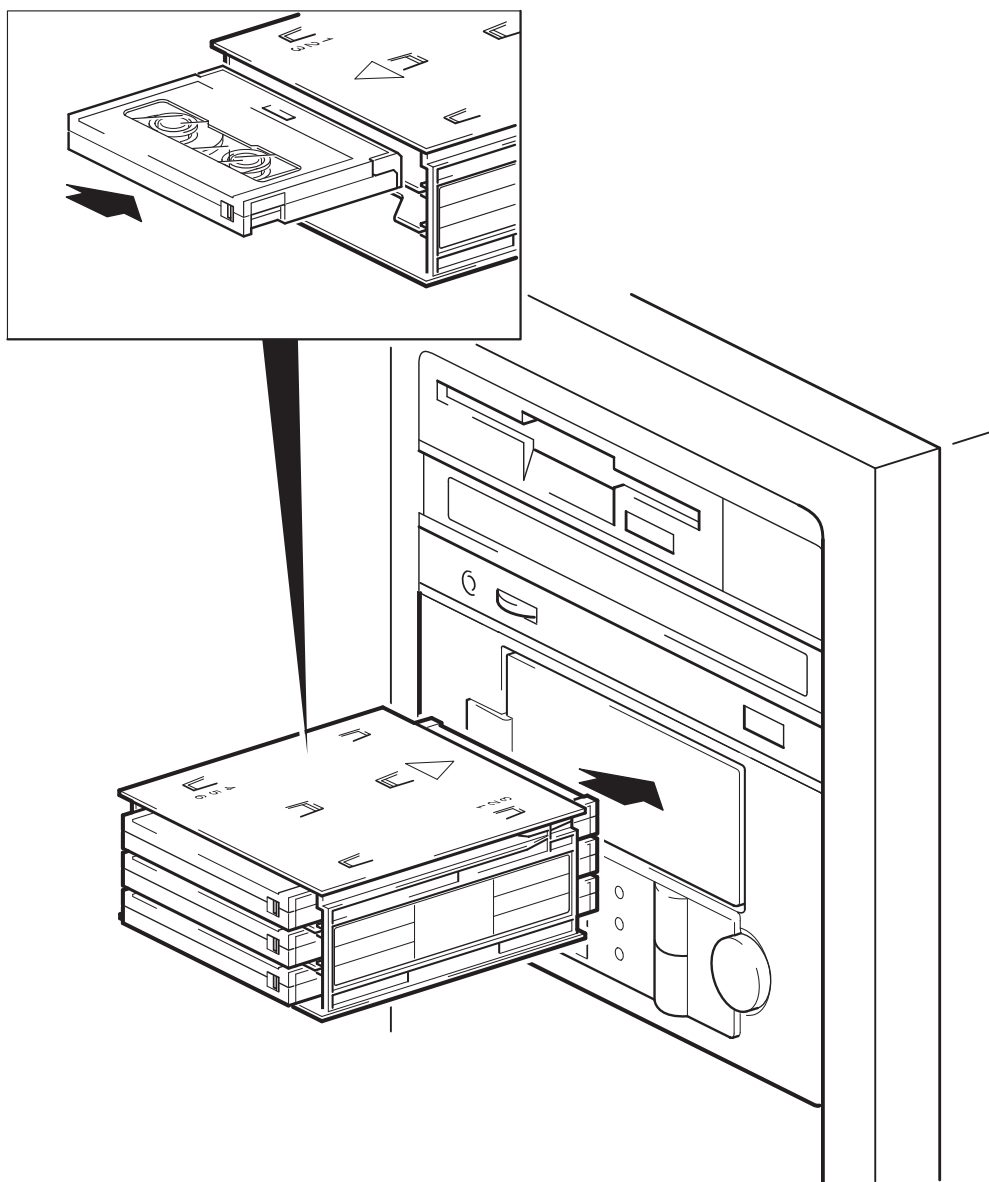

Figure 11 : chargement d'un magasin dans le chargeur automatique
- 2 Introduisez le magasin dans le chargeur par le volet situé sur la face avant de ce dernier. Veillez à ce que la grande flèche soit bien située sur le dessus du magasin et orientée vers le chargeur, comme le montre la figure 11.